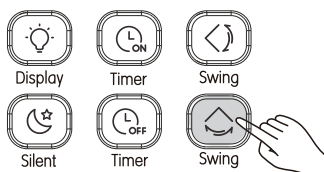

Imagen 3.12
① Cuando la unidad está encendida. Pulse  (consulte la Imagen 3.12). Inicie la función de oscilación horizontal,  se iluminará y se enviará una señal a la unidad interior;